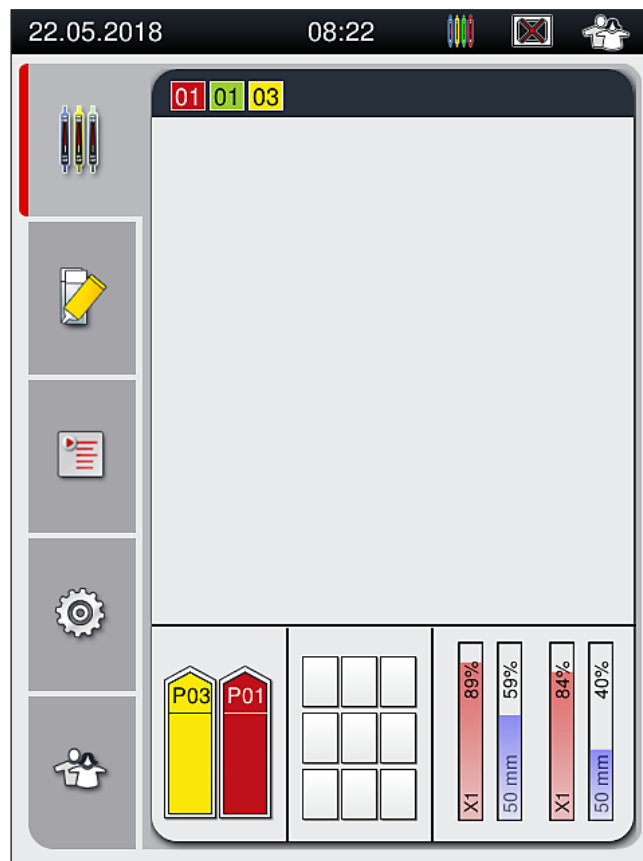

Fig. 73
- Den registrerede håndtagsfarve vises i processtatusvisningen (→ Fig. 73).